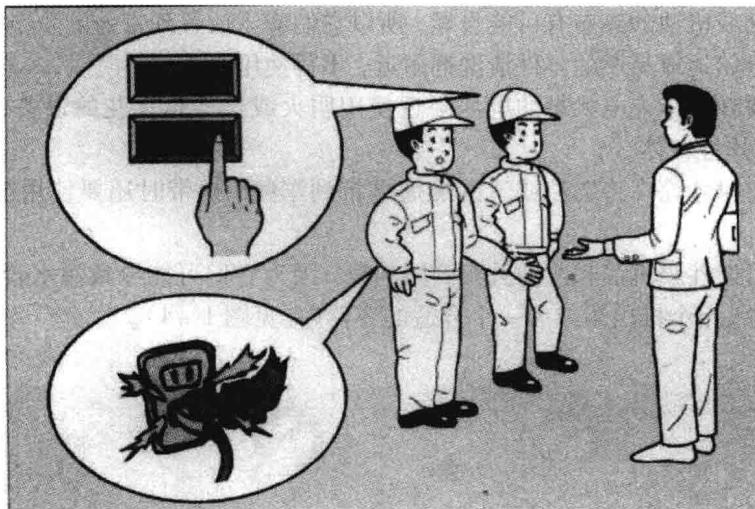

图 1-5
- 如果发现电气设备有任何异常，应立即关掉开关，并联系管理员或领班(见图 1-5)。